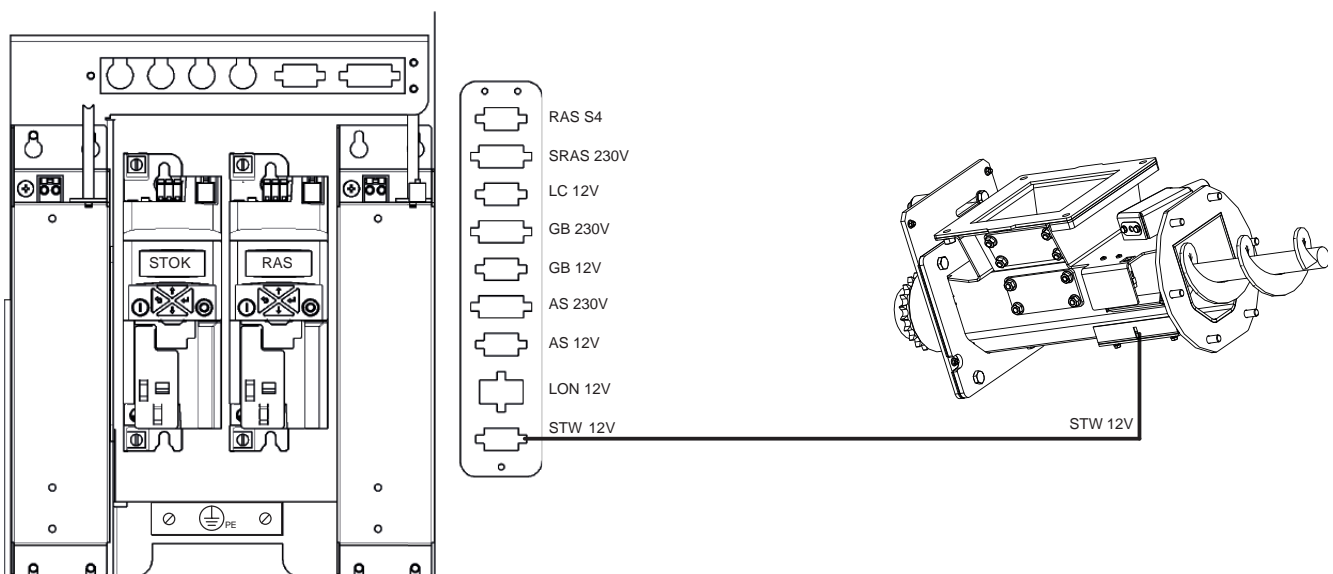

Fig. 107 Sicherheitstemperaturbegrenzer-Stecker STW 12V von Stokerschnecke anstecken
► Sicherheitstemperaturbegrenzer (STW 12V) anstecken – Fig. 107.